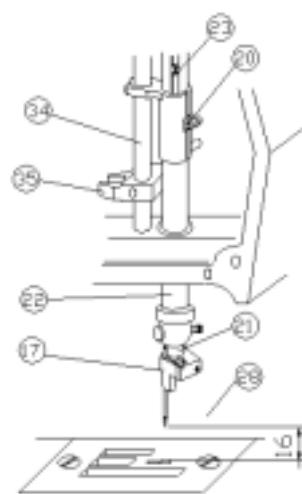

FIG. 9
Dévissez complètement la vis (20) de la pince du guide. Chaque fois que la tringle intérieure (21) de la barre de l'aiguille glisse librement à l'intérieur de la barre externe (22) et si nécessaire réalignez le patron (23) afin qu'il n'y ait aucun frottement. FIG.9